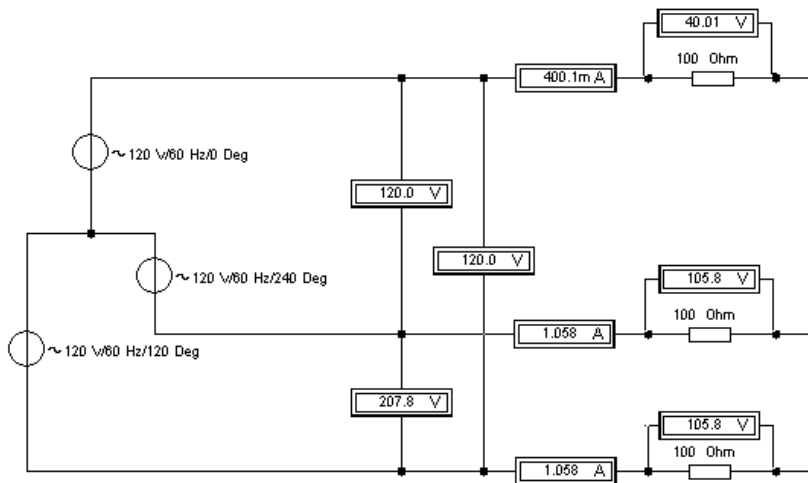

Рис. 21. Трёхпроводная схема соединения потребителей по схеме «звезда» с симметричной нагрузкой
1. Смоделировать работу трёхпроводной трёхфазной электрической цепи при подключении симметричного приёмника по схеме «звезда». Пример такого подключения приведён на рис. 21. Аналогичная схема включения используется и для несимметричного приёмника.